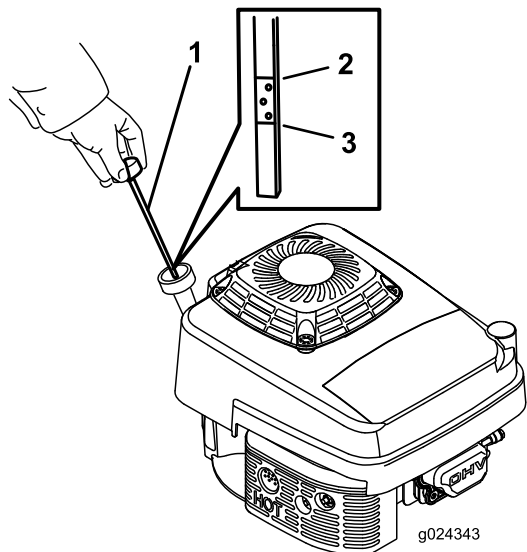

Figura 12
2. Scoateți joja rotind capacul în sens invers acelor de ceasornic și trăgându-l (Figura 12).
5. Verificați nivelul de ulei indicat pe jojă (Figura 12).
- Dacă nivelul de ulei indicat de jojă este prea scăzut (Figura 12), turnați cu grijă o cantitate mică de ulei detergent SAE 30 sau SAE 10W-30 în tubul de umplere, așteptați
- Dacă nivelul de ulei indicat pe jojă este prea ridicat (Figura 12), îndepărtați excesul de ulei până când acest nivel va fi corect; consultați Schimbarea uleiului de motor (Pagină 20).